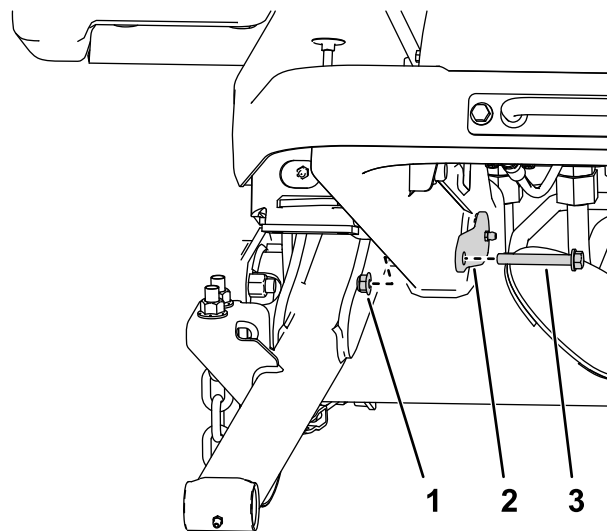

図 6
4. 大きいピンをフレームに取り付けるボルト $\frac{3}{8}$ " x $2\frac{3}{4}$ "2本とナット $\frac{3}{8}$ "2個を使用する 図 6。